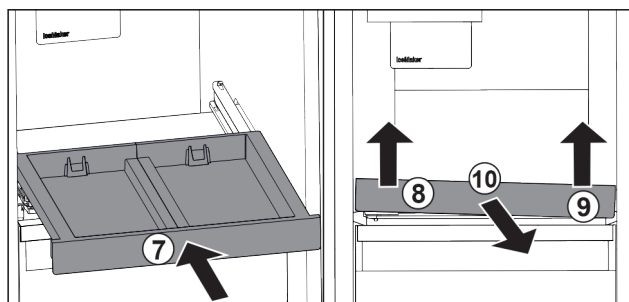

Fig. 24
- ▶ Wsunąć wysuwana półkę. Fig. 24 (7)
- ▶ Unieść wysuwana półkę z przodu po lewej. Fig. 24 (8)
- ▶ Unieść wysuwana półkę z przodu po prawej. Fig. 24 (9)
- ▶ Wyjąć wysuwana półkę do przodu. Fig. 24 (10)